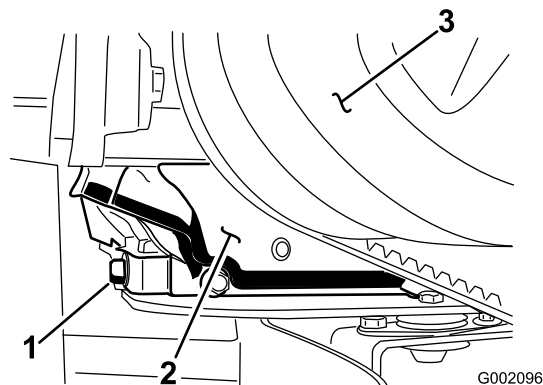

Bild 40
5. Stellen Sie eine Auffangwanne mit einem Fassungsvermögen von 1,5 l unter die Ablassschraube (Bild 40).
6. Nehmen Sie die Ablassschraube ab (Bild 40).